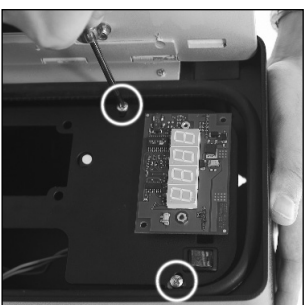

fig. 1
1. Aprire la porta dell'EasyService e svitare le due viti applicate sul supporto basculante (fig. 1)